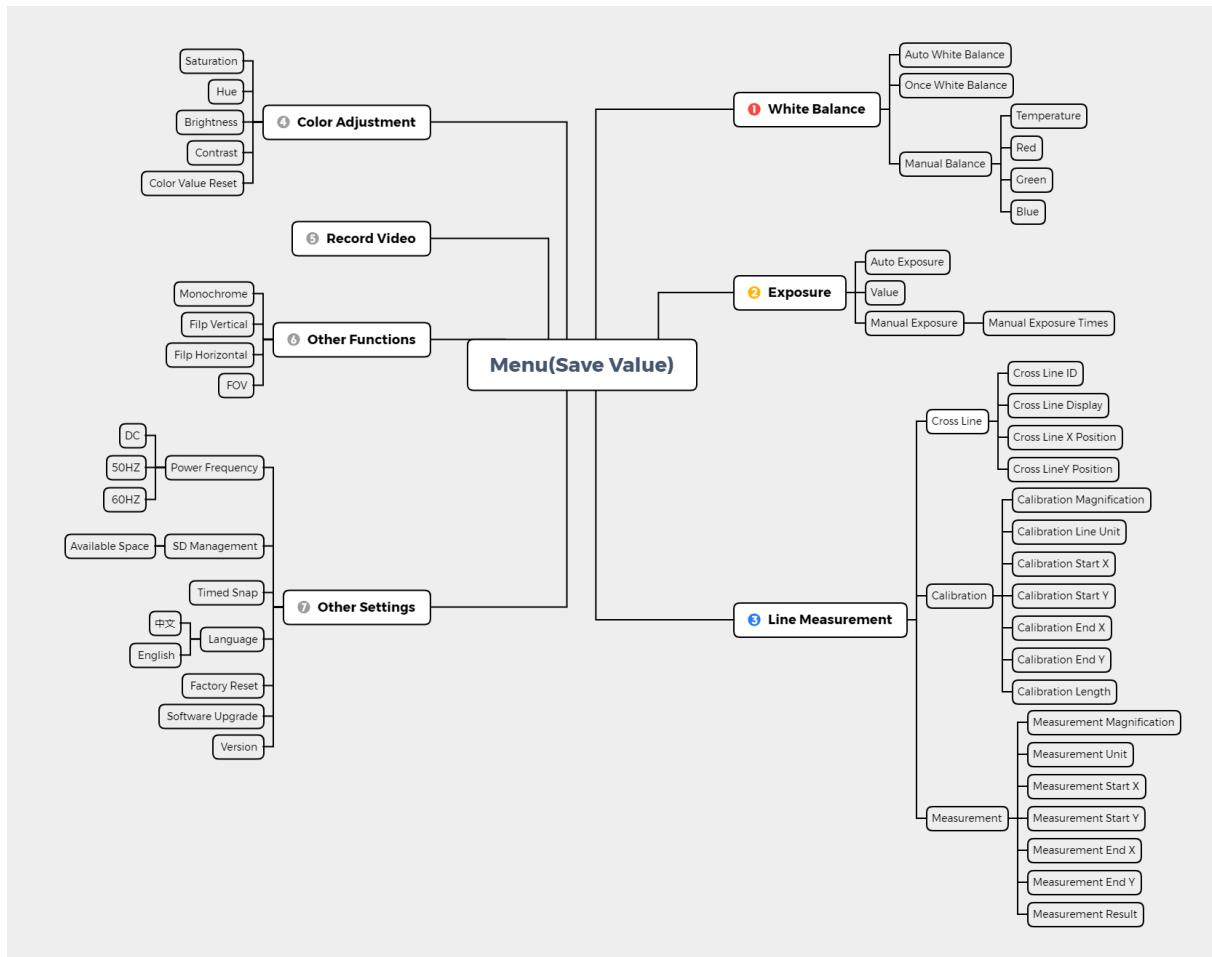

Fig. 21
4. As funções específicas deste menu são mostradas na Fig. 21.